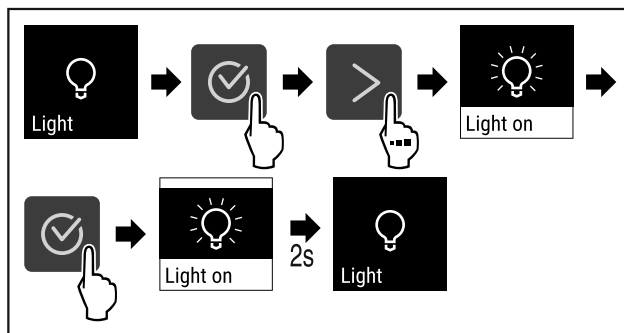

Fig. 68
- ▶ Wykonać czynności (patrz Fig. 68).